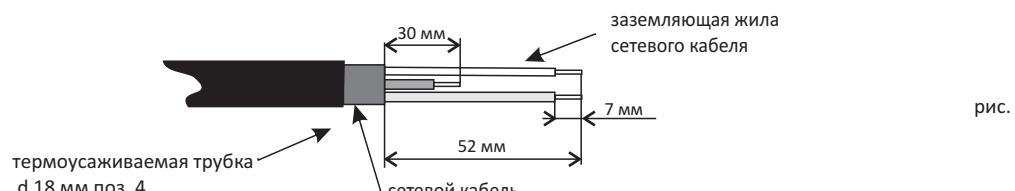

рис. 3
3. Надеть на сетевой кабель черную термоусадочную трубку в 18 мм поз. 4. Сечение жил кабеля должно быть 2,5 кв. мм. Зачистить сетевой кабель как показано на рис. 3